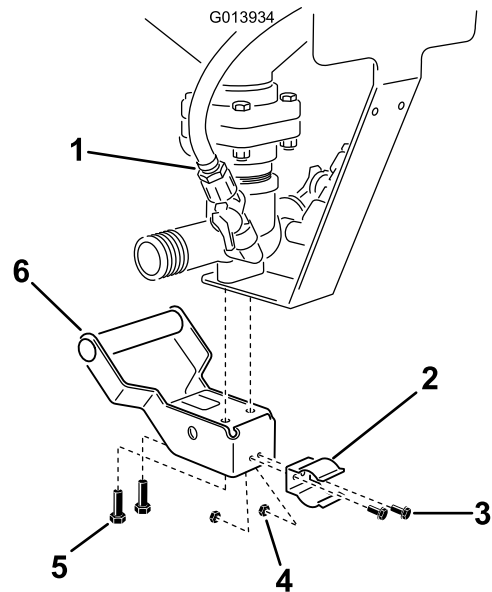

図 16
2. 付いているボルト 2 本を探し出して、ゆるめる。エダクタにハンドル・アセンブリを取り付け、ボルト2本で固定する(図 16)。